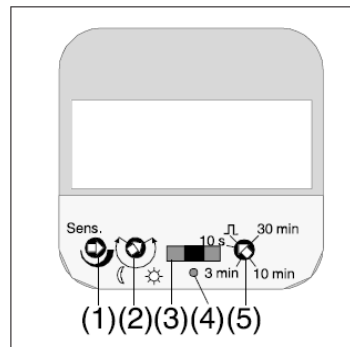

Bild 25
Alternativ wird die gespeicherte Helligkeitsschwelle gelöscht, sobald das Potentiometer (2) um ca. ½ Drehung verstellt wird. (Bild 25)